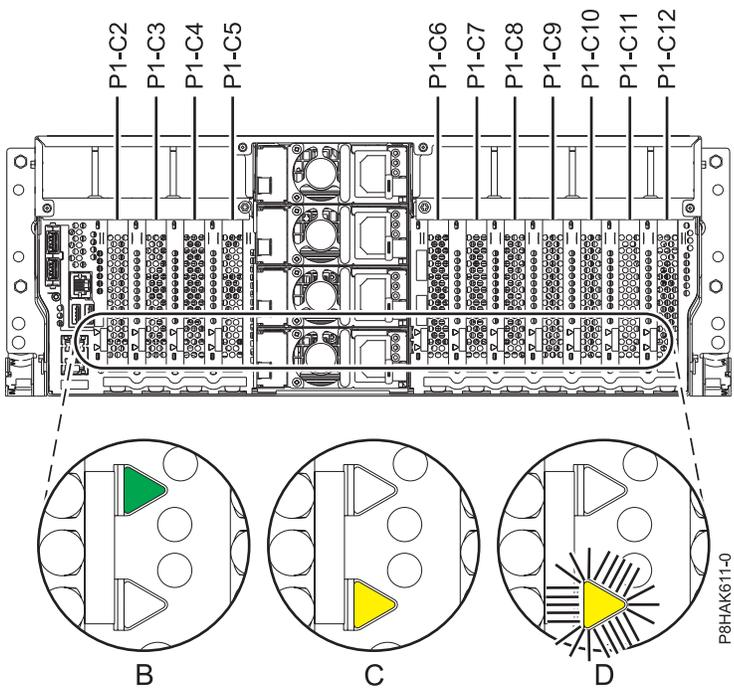
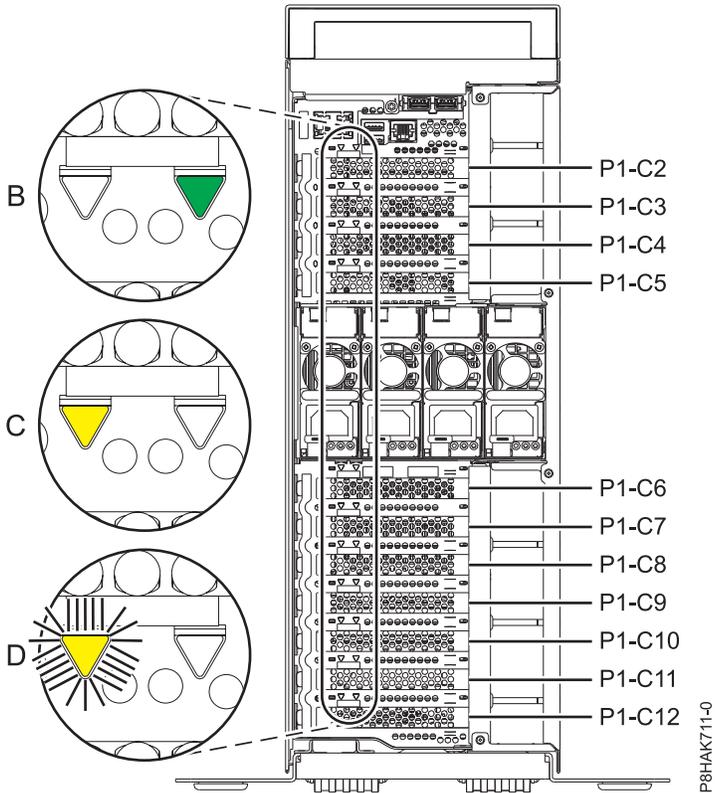

Figura 48. Ubicaciones de la ranura del adaptador PCIe y ubicaciones de los LED en un sistema montado en bastidor
Figura 49. Ubicación de la ranura del adaptador PCIe y de los LED en un sistema 8286-41A autónomo
Si está prestando servicio técnico para un adaptador PCIe anómalo, busque el LED ámbar parpadeante del adaptador PCIe anómalo para identificarlo. Consulte la Figura 48 en la página 56 y la Figura 49 en la página 56 que muestran el estado de los LED. Tenga en cuenta que el LED ámbar del adaptador PCIe anómalo está **parpadeando**, como se muestra en **(D)** en la Figura 48 en la página 56 y la Figura 49 en la página 56.
**Atención:** Si el adaptador PCIe está funcionando correctamente, el LED de actividad está **encendido** (verde) y el LED de error ámbar está **apagado**, como se muestra en **(B)** en la Figura 48 en la página 56 y la Figura 49 en la página 56. No intente extraer el adaptador PCIe en funcionamiento.